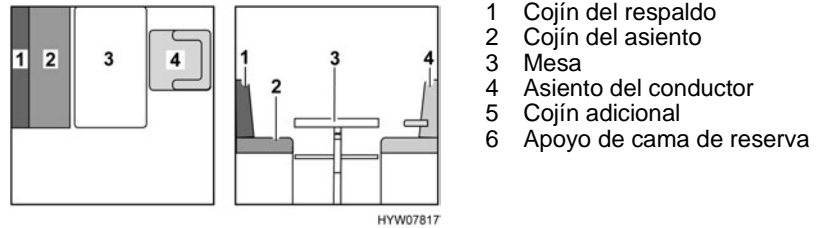
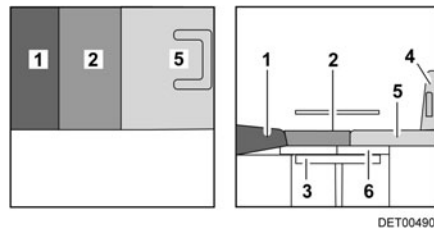

Fig. 110 Antes de la transformación
Fig. 111 Después de la transformación
- Girar el asiento del conductor (Fig. 110,4) y empujarlo completamente hacia adelante.
- Transformar la mesa (Fig. 110,3) en base de cama (véase apartado 7.7).
- En caso de que el vehículo posea un apoyo de cama de reserva (Fig. 111,6), quitar el cojín del respaldo (Fig. 110,1) y el cojín del asiento (Fig. 110,2) y ponerlos a un lado.
- Según el modelo, colocar el apoyo de cama de reserva entregado (Fig. 111,6) en la mesa. En esto, apoyar el borde delantero del apoyo de cama de reserva directamente en el asiento del conductor o en la diagonal de la cabina del conductor.
- Colocar el cojín adicional (Fig. 111,5) sobre el asiento del conductor.
- Colocar el cojín del asiento (Fig. 111,2) en la mesa.
- Colocar el cojín del respaldo (Fig. 111,1) entre el cojín del asiento y la pared dorsal. Tener en cuenta la forma de cuña.
- De ser necesario, volver a empujar el asiento del conductor (Fig. 111,4) hacia atrás.